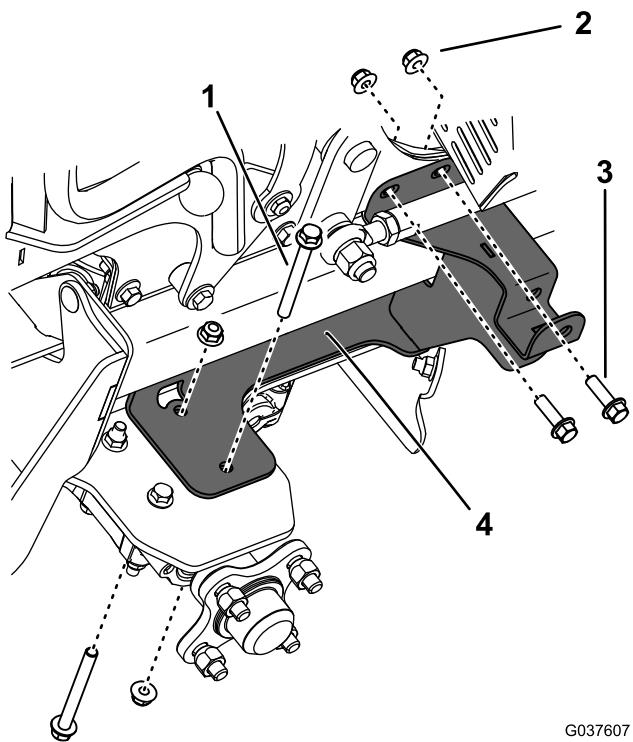

図 11
9. 右側取り付けブラケットから前ボルト2本とナット2個を外し、右側タワー・パネルから前ボルト2本とナット2個を外す図11。
10. ステップ9で外したナットとボルトを使用して、右側取り付け ブラケットとファンフラウドをフレームに固定する図 11。ボルトは  $37-45 \text{ N}\cdot\text{m}$   $3.7-4.6 \text{ kg}\cdot\text{m} = 27-33 \text{ ft-lb}$  にトルク締めします。